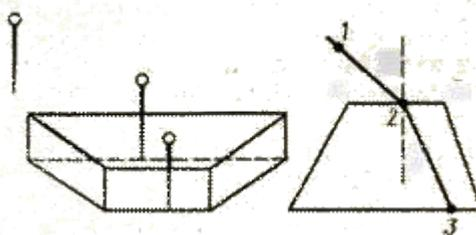

Рисунок 24
1. Стеклопластинку положить на лист бумаги и обвести его контуры, как показано на чертеже (рисунок 24).